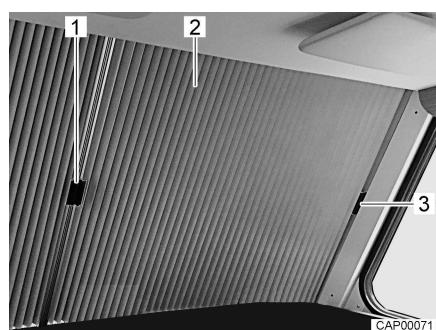

Fig. 2 Tendina oscurante pieghevole per il parabrezza (chiusa)
- Su ciascuna delle due metà della tendina oscurante pieghevole (Fig. 2,2) spingere la maniglia (Fig. 2,1) verso l'esterno sotto la copertura sul montante A.
- Aggiungere la maniglia alla copertura (Fig. 2,3). L'oscurante del parabrezza è così fissato in modo che non possa chiudersi inavvertitamente durante la marcia.